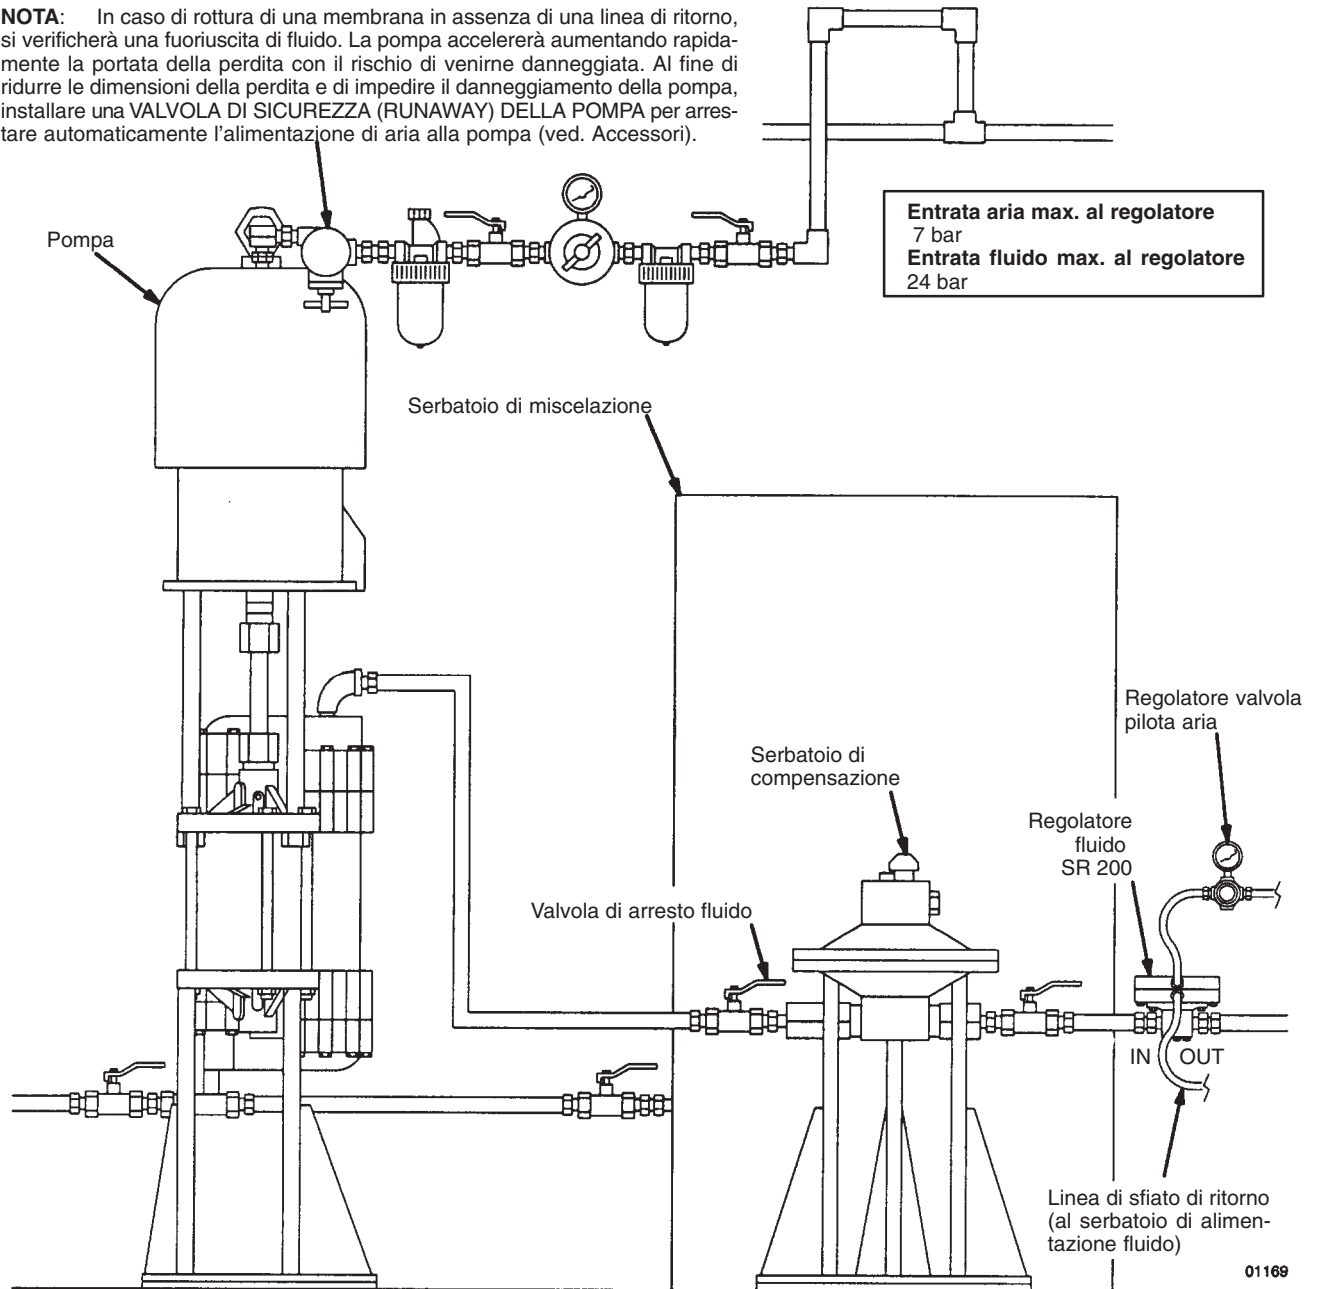

Fig. 1
1. Installare il regolatore sulla linea fluido dall'uscita della pompa a valle del serbatoio di compensazione (ved. Fig. 1). Assicurarsi che l'orifizio di entrata (IN) del regolatore sia rivolto a monte verso il serbatoio di compensazione e che l'orifizio di uscita (OUT) si rivolga a valle. In caso di errata esecuzione del collegamento il regolatore non funzionerà.